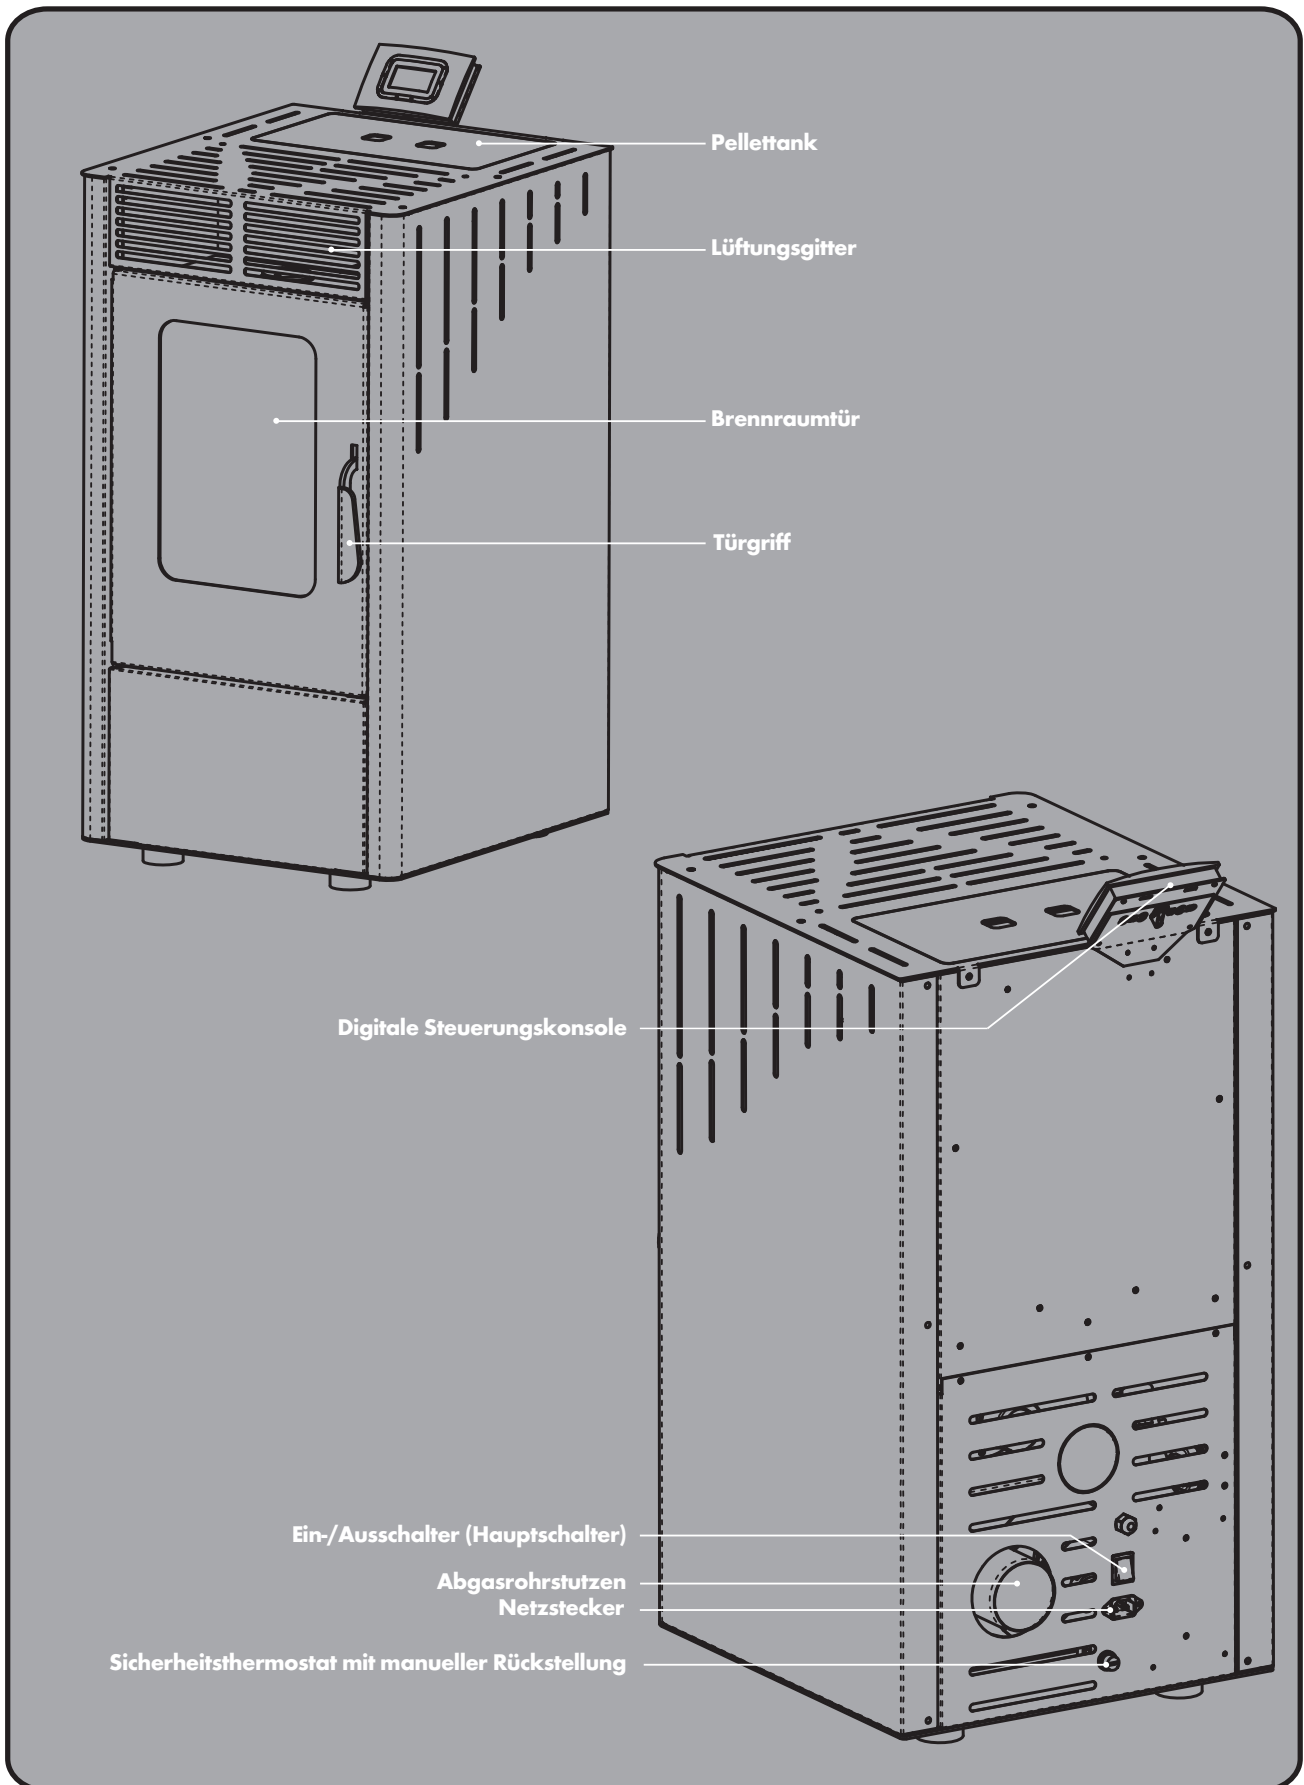

Abb. 2a: Geräteübersicht (Abbildung modellabhängig)
- ▶ Schalten Sie im Falle eines Schornsteinbrandes den Ofen sofort am Ein-/Ausschalter (Hauptschalter, siehe Abb. 2a) ab und ziehen Sie den Netzstecker aus der Steckdose. Versuchen Sie auf keinen Fall den Brand selbst zu löschen. Schütten Sie niemals Wasser in einen brennenden Schornstein. Rufen Sie unverzüglich die Feuerwehr! Lassen Sie zur Identifizierung der Brandursache den Schornstein unbedingt von Ihrem Bezirksschornsteinfeger überprüfen, bevor Sie den Pellet-Heizofen wieder in Betrieb nehmen.
- ▶ Schalten Sie den Ofen sofort am Ein-/Ausschalter (Hauptschalter, siehe Abb. 2a) ab, wenn aus irgendeinem Teil des Ofens oder des Abgasrohrs Rauch entweicht. Sorgen Sie für eine gute Raumbelüftung, indem Sie sämtliche Fenster öffnen. Lassen Sie den Ofen vollständig abkühlen, bevor Sie die Ursache der Rauchentwicklung ermitteln. Ziehen Sie, wenn nötig einen Fachmann hinzu. Starten Sie das Gerät nicht, bevor die Ursache der Rauchentwicklung geklärt und behoben wurde.
1. Schließen Sie einen dafür geeigneten Schlauch bzw. Luftkanal (Ø 60 mm, max. Länge 2,0 m) am Luftansaugrohrstutzen (siehe S. 10, Abb. 2a) an der Geräterückseite an.
1. Vergewissern Sie sich, dass der Ein-/Ausschalter (Hauptschalter, siehe Abb. 2a) auf der Position 0 steht.
2. Schließen Sie das beiliegende Netzkabel zunächst am Gerät an. Die Anschlussbuchse für das Netzkabel befindet sich unterhalb des Hauptschalters auf der Geräterückseite (siehe Abb. 2a). Stecken Sie dann das Netzkabel in eine geerdete, durch einen FI-Schutzschalter abgesicherte Steckdose (230 V~50 Hz).
3. Bringen Sie nun den Ein-/Ausschalter (Hauptschalter, siehe Abb. 2a) auf Position I. Das Gerät ist nun betriebsbereit und das Display zeigt die folgenden Informationen: